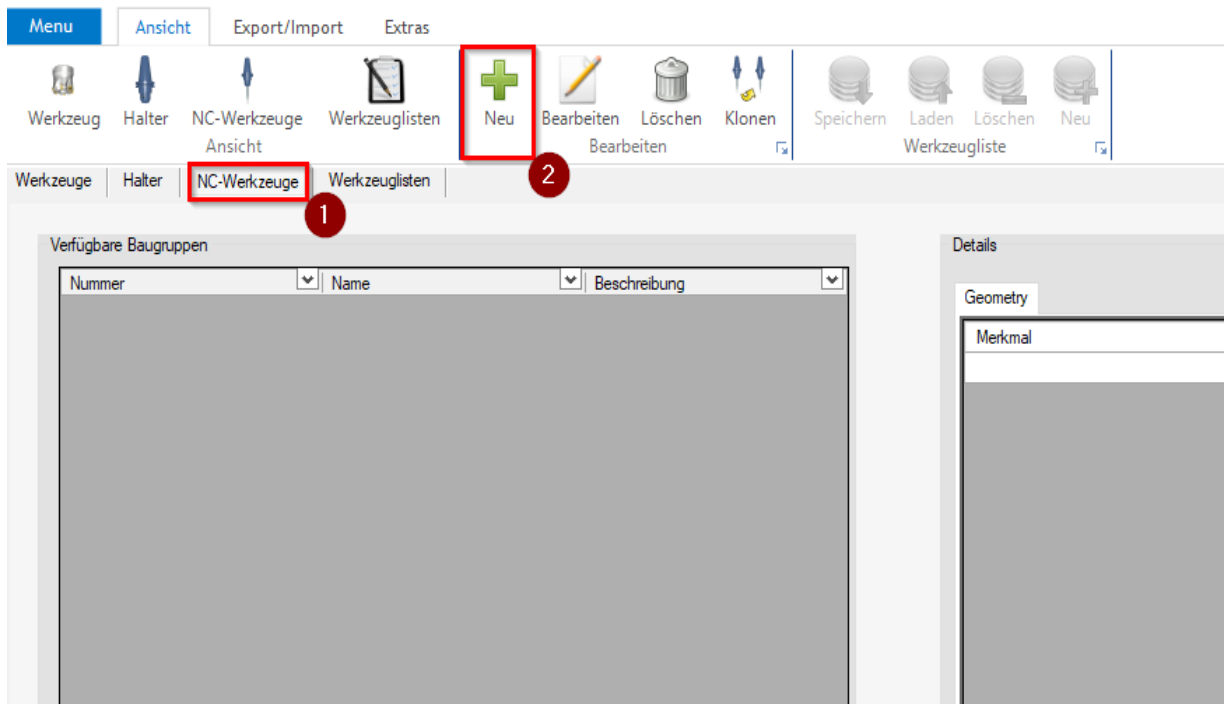

Abbildung 21
Wechseln Sie nun auf die Ansicht „NC-Werkzeuge“(1). Hier können Sie über die Schaltfläche „Neu“(2) eine Baugruppe anlegen. (Alternativ mit dem shortcut **Strg + N**) (Abbildung 21).